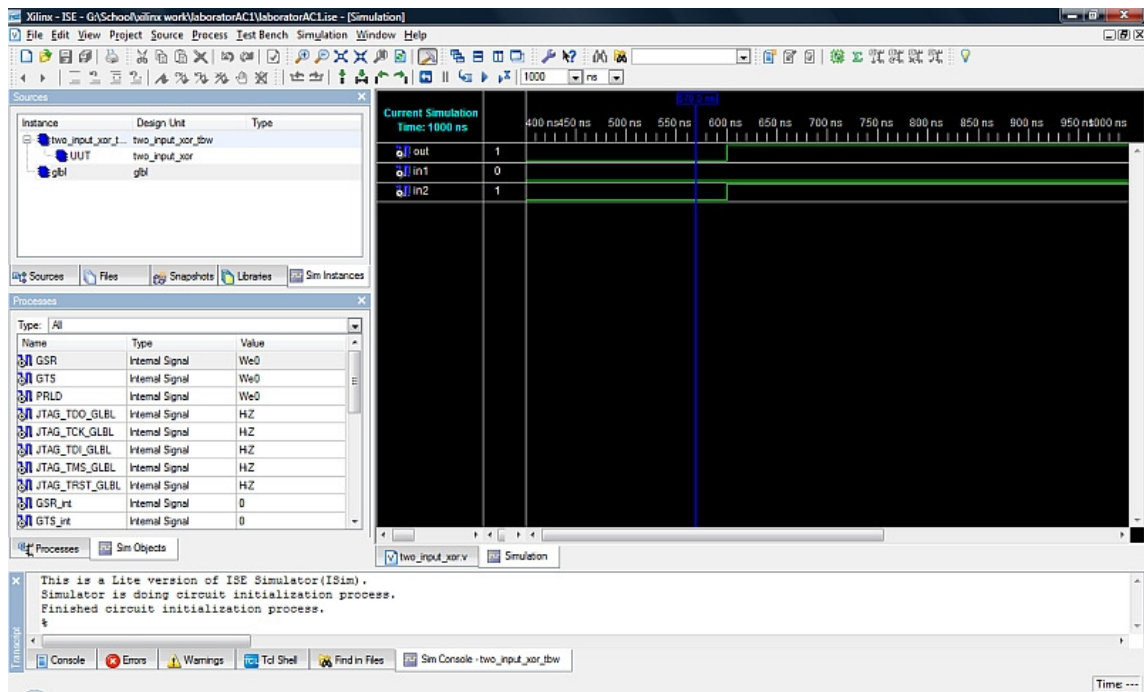

Figura 4.9
- Ca rezultat a simulării se obțin următoarele variații de semnale(Figura 4.9):